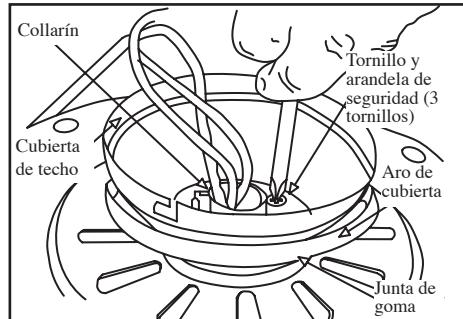

Figura 10
- Alinea los orificios de montaje con los orificios del motor y asegura con los tres tornillos y arandelas de seguridad retiradas en el paso 4 (Figura 10).